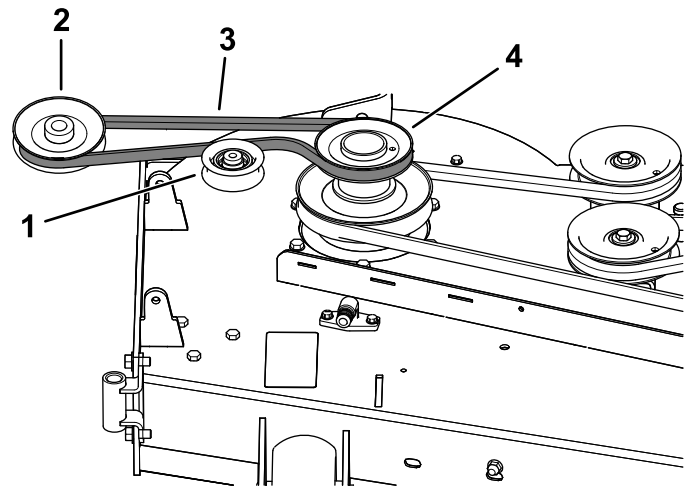
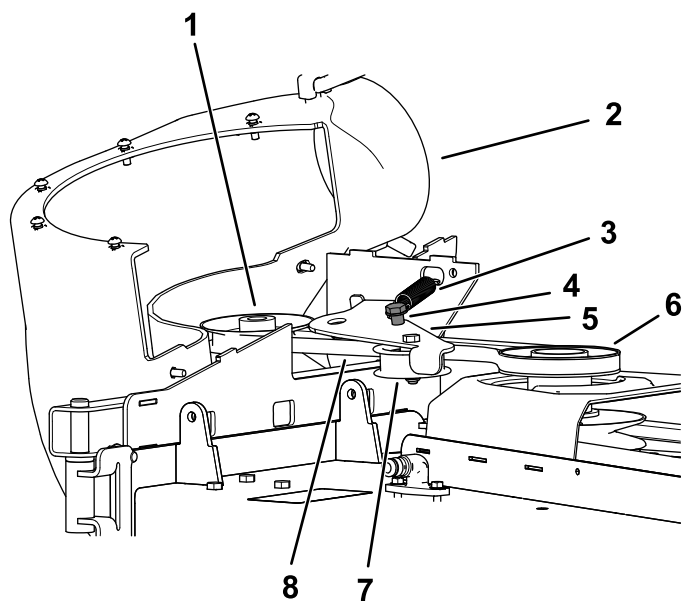

Bild 25
Bild 26
1. Legen Sie den Riemen ggf. um die Riemenscheibe des Gebläses (Bild 25).
1. Verlegen Sie den Riemen um die Gebläseriemenscheibe (**Bild 25** und **Bild 26**), siehe **10 Einbauen des Gebläses (Seite 16)**.
- Ziehen Sie die gefederte Spannscheibe von der starren Federstrebe weg und verlegen Sie den Riemen um die Riemenscheibe am Mähwerk (Bild 26).
- Verlegen Sie den Riemen um die Antriebsscheibe, wie in Bild 25 und Bild 26 dargestellt.